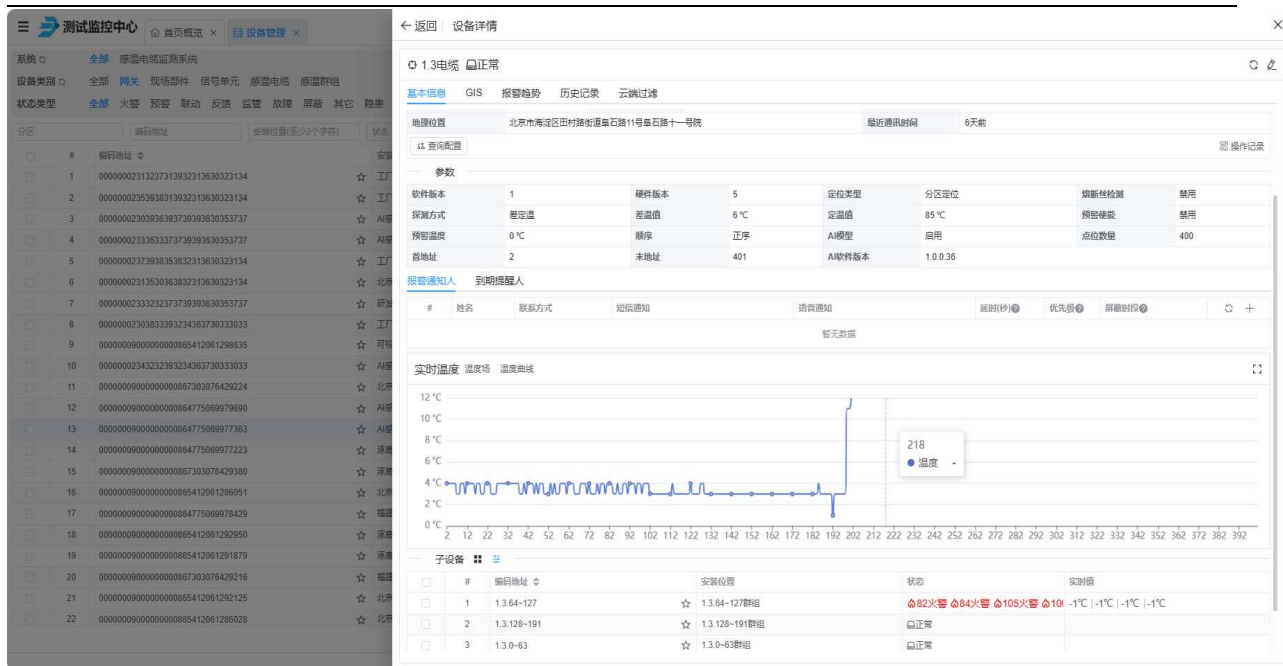

图 14 感温电缆设备详情界面
3. 感温电缆温度场查询：在该界面，设备类别选中感温电缆，点击安装的某一处感温电缆，进入下图所示界面，在该界面除了可查询感温电缆的基本信息，还具有查看感温电缆的温度场、温度曲线功能，并且可添加紧急联系人，设置远程提醒功能，如下图 14 所示。